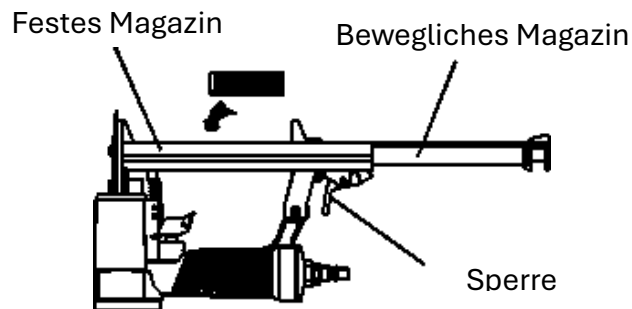

Abb. 2
1. Überprüfen, ob das Werkzeug geschmiert werden muss. Gegebenenfalls zwei Tropfen Öl in den Druckluftanschluss geben, siehe Bild 2. Bei der Verwendung der Schmiereinheit überprüfen, ob Öl nachgefüllt werden muss.